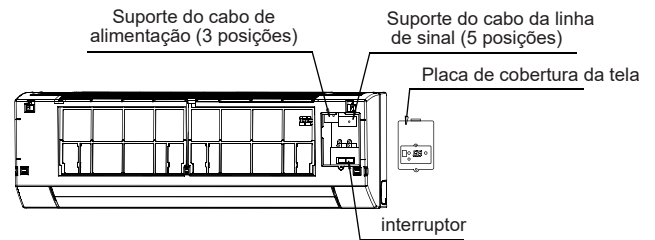

Fig. 7-2
- 2 Faça a conexão individual do cabo e da linha de sinal e ajuste o interruptor (consulte a Fig. 7-2).